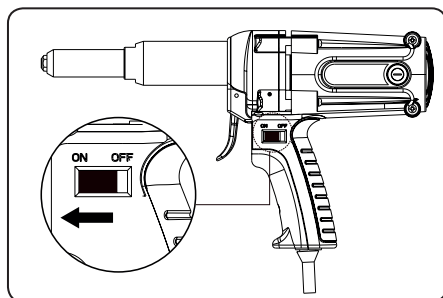

Fig.3
- a) Impostare l'interruttore di funzionamento della pistola rivettatrice in posizione „ON“, vedere Fig.3.